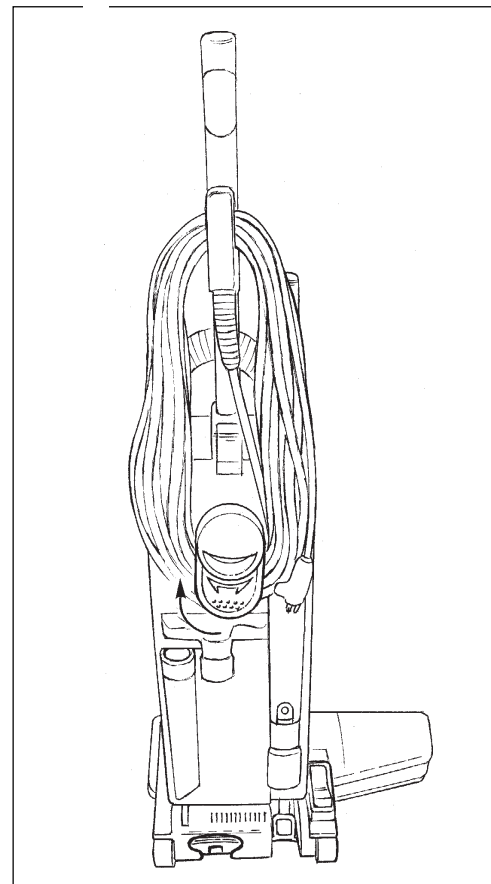

Figura 13
**Ganchos para guardar el cable** (Consulte la figura 13)